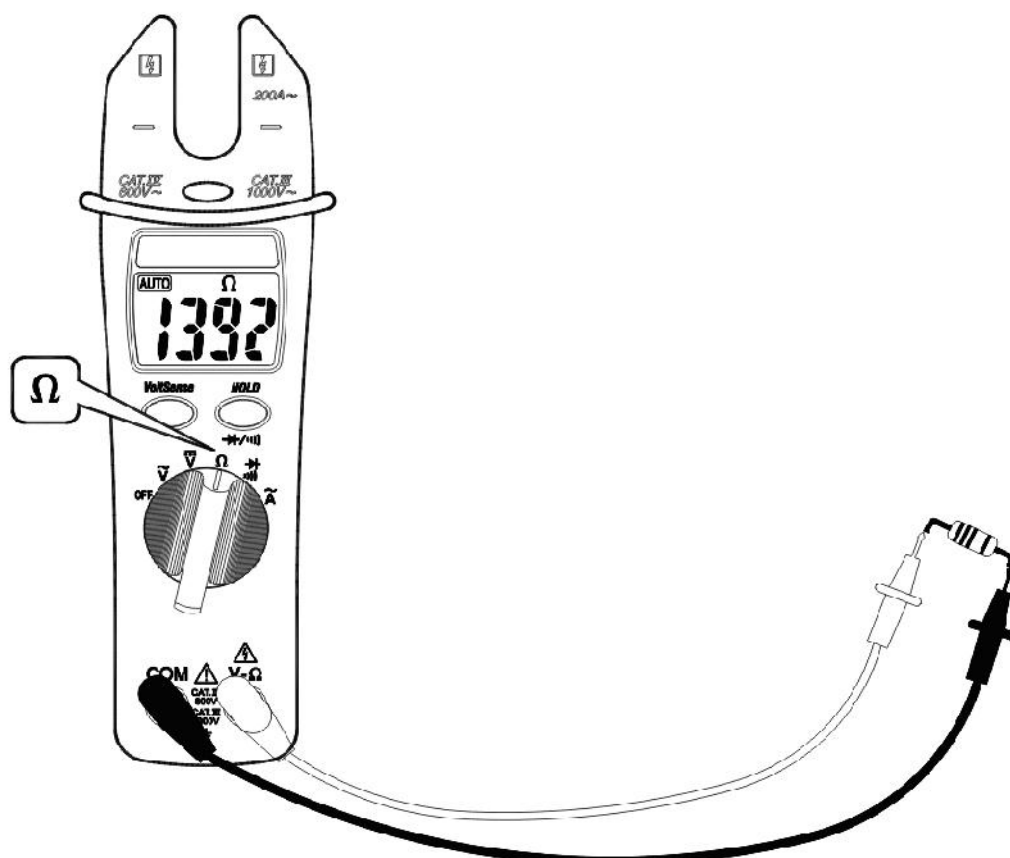

Fig. 6: Forbindelse ved modstandsmåling
3. Forbind de to testpinde til kredsløbet man ønsker at måle på (se Fig. 6) modstandsværdien kan nu aflæses på displayet.